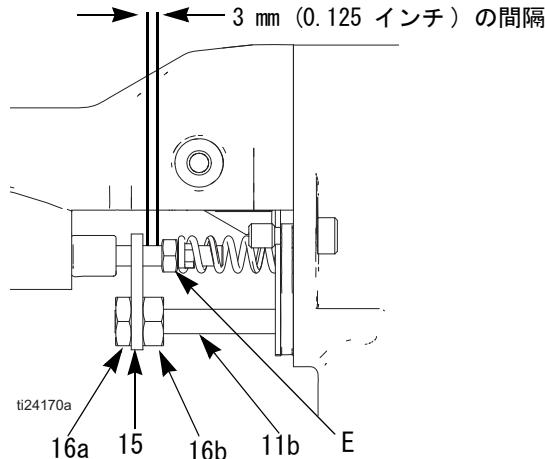

図 33. 作動装置のアームの調整
2. エアキャップを取り外します。42 ページ。ガンシュラウド (26) を外します。
3. 調整ナット (16a, 16b) と作動装置のアーム (15) を取り外します。図 33 を参照してください。